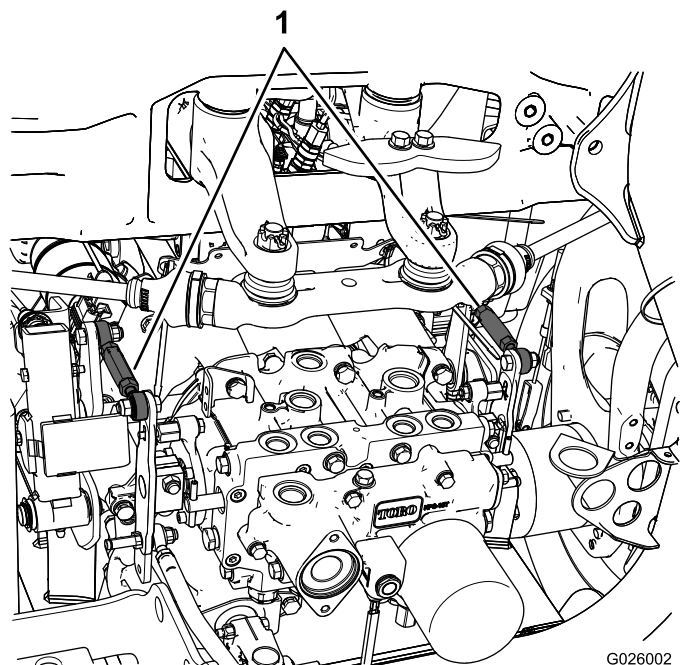

Figure 50
- Si la roue arrière gauche tourne, desserrez les écrous de blocage sur la tige de commande de transmission gauche (Figure 50).